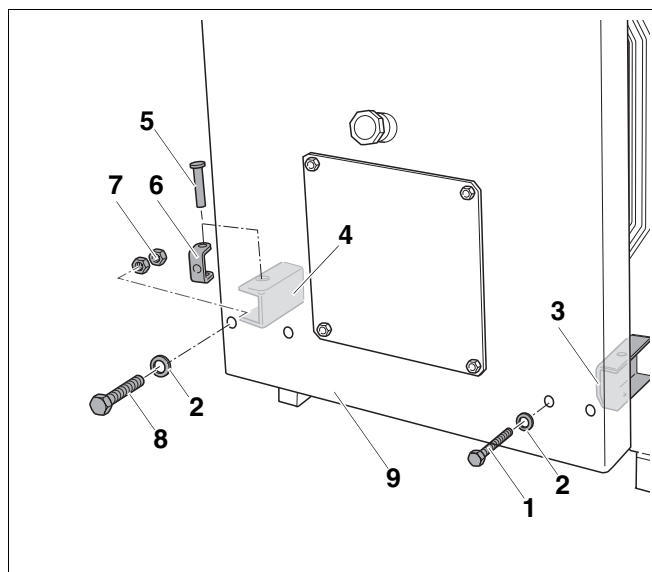

Рис. 10 Установка нижнего шарнира
- Надеть шайбу (рис. 10, поз. 2) на болт M16 (рис. 10, поз. 8).
- Вставить болт M16 (рис. 10, поз. 8) через дверцу горелки (рис. 10, поз. 9) в нижний левый шарнир (рис. 10, поз. 3).
- Накрутить гайки M16 (рис. 10, поз. 7) на болт M16 (рис. 10, поз. 8).
- Завернуть болт M16 (рис. 10, поз. 8) в шарнирную вилку (рис. 10, поз. 6).
При установке шарнирной оси (рис. 10, поз. 5) ее головка должна находиться сверху.
- Вставить ось в нижний левый шарнир через шарнирную вилку (рис. 10, поз. 6).
- Законтрить болт M16 гайками M16 (рис. 10, поз. 7).
- Закрутить болт M12 с шайбой на нижнем правом шарнире в резьбовое отверстие на передней стенке котла (рис. 10).